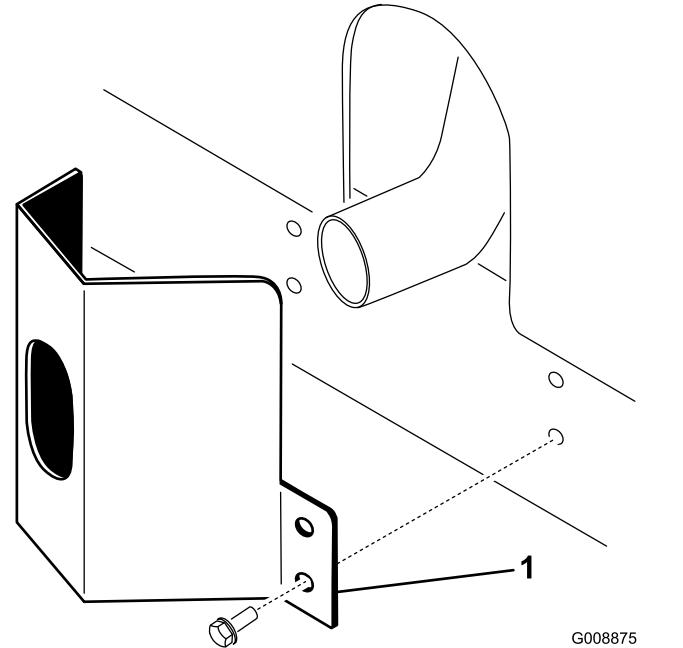

Figura 10
2. Prenda a cobertura do escape ao chassis utilizando 4 parafusos autorroscantes (Figura 10).
1. Coloque a cobertura do escape à volta da panela do escape, enquanto estiver a alinhar os orifícios de montagem com os orifícios no chassis (Figura 10).